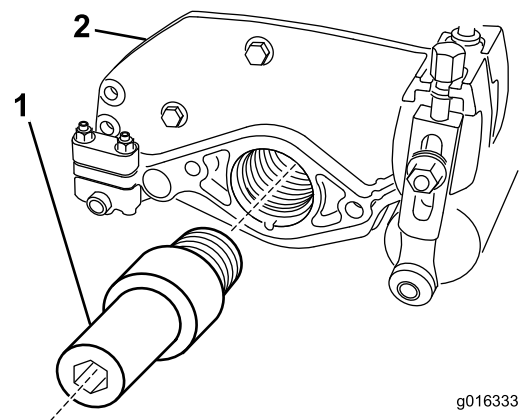

Рисунок 4
4. Установите приводной элемент щетки на место гайки подшипника, как показано на Рисунок 4; затяните его с моментом 136 Н·м.